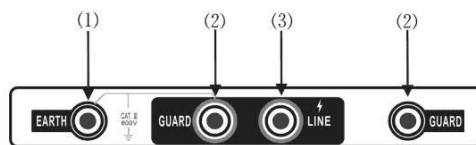

图 3: 测试端接线图
- 3、将带高压测试线红色插头端插入 (3) LINE端, 绿色插头端插入 (2) GUARD端, 另一端探针或夹子接于被试设备的高压导体上。将测试线副线 (绿色) 插入 (2) GUARD端 (右手边), 另一端接于被试设备的高压护环上, 以消除表面泄漏电流的影响 (详见“屏蔽端的使用方法”相关内容。将另外一根黑色副线测试线插入地端 (EARTH) (1) 端, 另一头接于被试设备的外壳或地上, 如图3所示。